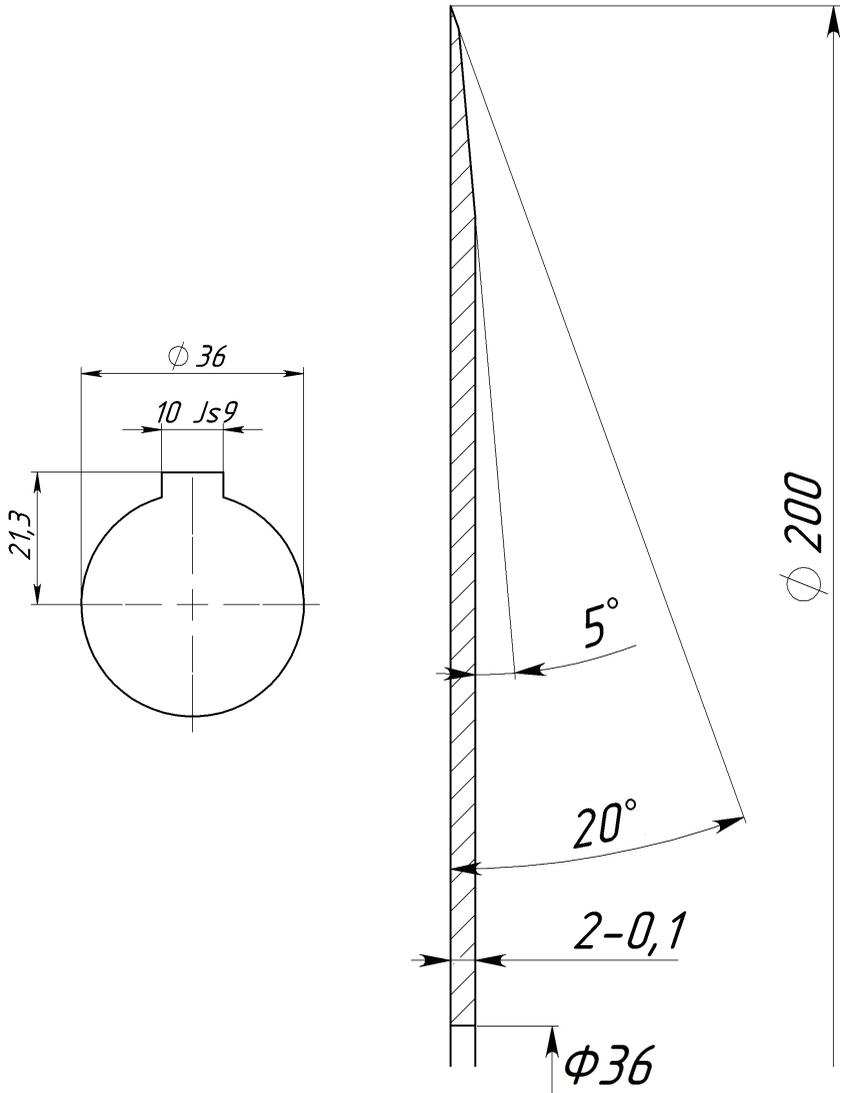

Рисунок 2. Заточка режущего ножа
11.7 По мере необходимости производить заточку режущих дисков (рисунок 2) на кругло-шлифовальном станке. Для заточки и заправки режущих дисков рекомендуется использовать заточное оборудование (приложение 1).